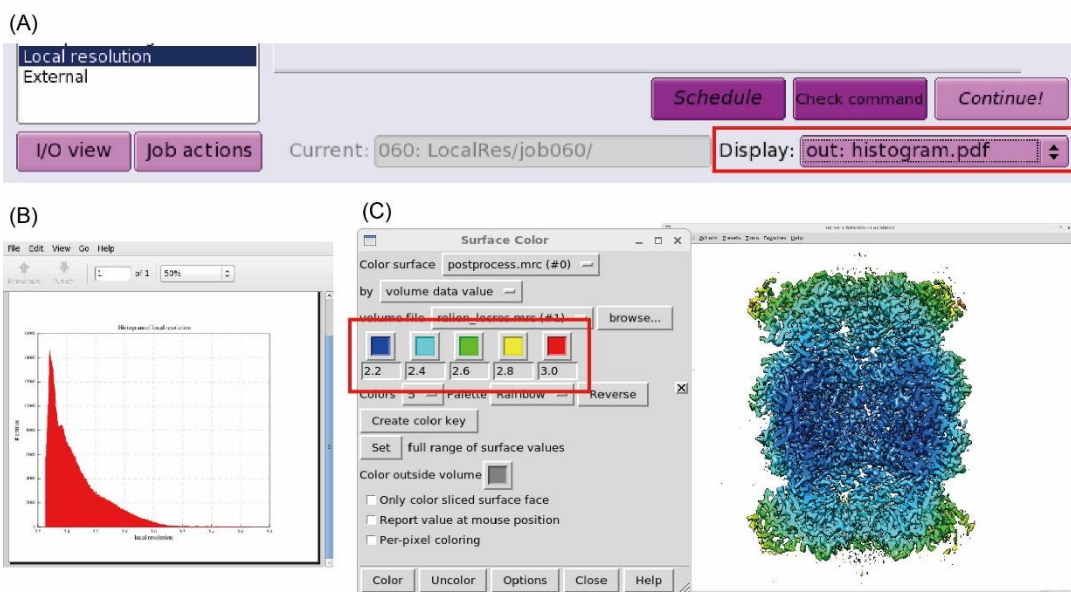

図 10.2 : Chimera-Local resolution
以上を入力後、タブ右下の **Run!** ボタンを押すと計算が始まります。計算後は、図 10.2(A) の **Display: logfile.pdf** を選択することで、図 10.2(B) の局所的な分解能領域に関するヒストグラムを見ることができます。おおよその分解能の範囲を確認できますので、つぎの chimera 確認時の surface color のカラーマッピングの数値範囲を決める際の目安にしてください。
Chimera(p 3 1 参照)を使って、local resolution を表示させるためには、まず top_directory/PostProess/job059/postprocess.mrc (**job+ 3 ケタ数字は適宜変更**) を読み込みます。続いて、Chimera の Tools->Volume data->Surface color を選択します。すると surface color ウィンドウ (図 10.2(C)左) がポップアップします。ウィンドウ中で、更に表示モードを by volume data value にし、使用する volume ファイルとして先の top_directory/LocalRes/job050/relion_localres.mrc (**job+ 3 ケタ数字は適宜変更**) を選びます。すると図 10.2(C) のような画面を表示できます。今回は、2.2 (青) , 2.4 (シアン) , 2.6 (緑) , 2.8 (黄) . 3.0 (赤) というカラーコードにしています。